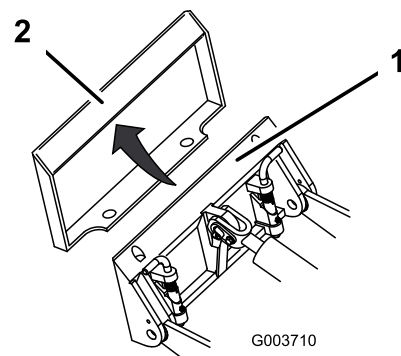

Bild 25
- Positionieren Sie die Befestigungsplatte am oberen Rand der Aufnahmeplatte am Anbaugerät (Bild 25).